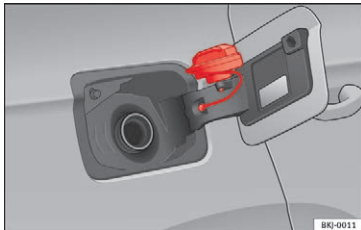

Fig. 52 Tankklap med tankdæksel
- Placer dækslet i udskæringen, der befinder sig i hængslet på den åbne tankklap » Fig. 52.